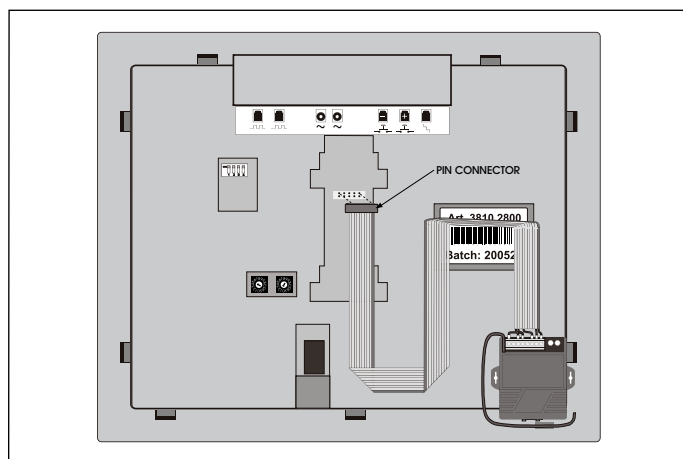

Figure 11
1. Placez le connecteur à broches du récepteur sans fil sur les broches situées à l'arrière de l'indicateur. (Voir Figure 11)